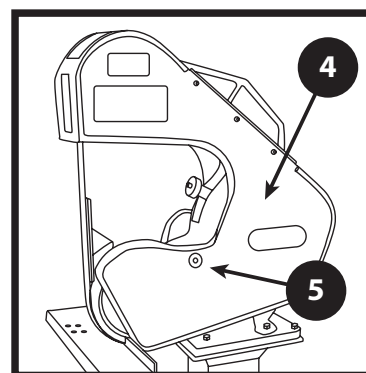

FIGURE 2
- b. La garde de sécurité en entier est en place, fermée et le verrou de sa porte est fonctionnel de sorte qu'il garde solidement la porte de sécurité fermée. (Figure 2).